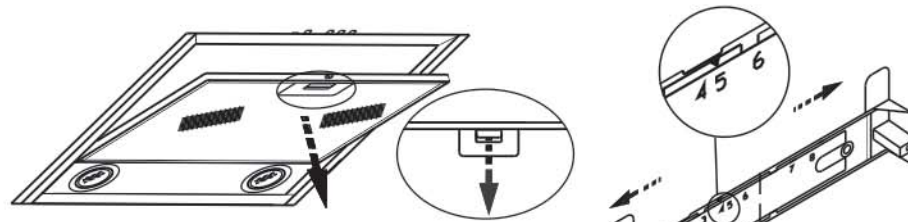

РИС. 4
8.3 Для очистки алюминиевого фильтра извлеките его из зонта (рис. 4) и произведите его очистку с помощью щетки горячим водным раствором нейтрального моющего средства вручную или в посудомоечной машине (при 60°C). Сильно загрязненный фильтр не следует мыть в посудомоечной машине вместе с посудой.
- снимите алюминиевый фильтр (рис. 4);
Снимите фильтр (рис.4). Отверните винты-барашки, вставьте стекло и закрепите его винтами барашками через пластмассовые втулки. Установите фильтр.
- перед установкой зонта снимите алюминиевый фильтр, для этого нажмите на пружинный замок на фильтре и потяните его вниз и на себя (рис.4);